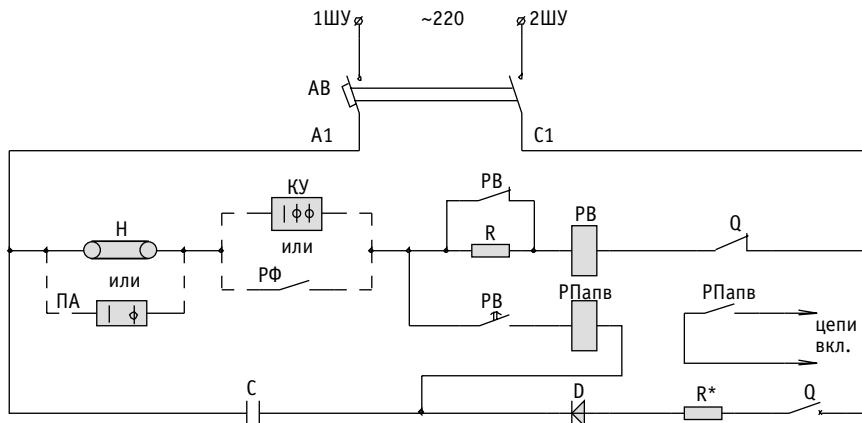

Рис.11
При демонтаже привода МВ со встроенным механическим АПВ и контакторами (БКА, КГП) для электрического АПВ возникает необходимость разработки схемы АПВ с последующей комплектацией необходимыми реле. Варианты схемных решений приведены в руководстве по эксплуатации на ВУ/TEL – 220 – 05А: (вариант 1. требует дополнительной комплектации: реле РП-12, реле времени РВ-248, реле времени РВ-01; для варианта 2 необходимы РП-12, РВ-248, РП-256). Однократное АПВ может быть сформировано на реле повторного включения ВЛ-108. Как выход из положения можно предложить сформировать АПВ по принципу работы РПВ-58(358) для цепей с постоянным оперативным током (рис.11). Подготовка к циклу АПВ и его однократность обеспечиваются ёмкостью С (подбор номиналов С, R\*, R – в процессе проведения пуско-наладочных работ).
Как исключение однократность АПВ может быть построена на указательном реле РУ (0,05А), как показано на рис. 11а. Импульса РПапв достаточно для команды «ВКЛ» по АПВ.
Рис.11а